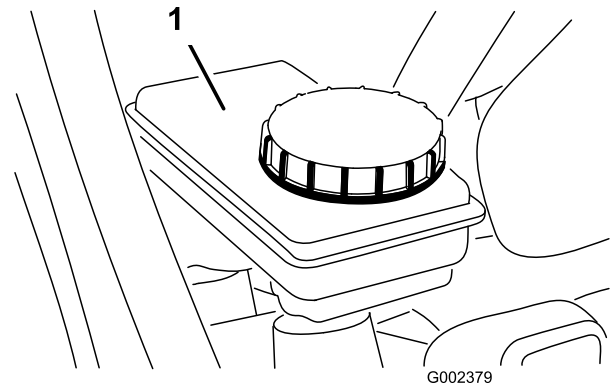

Bild 27
3. Prüfen Sie den Bremsflüssigkeitsstand im Behälter (Bild 26 und Bild 27).
- A. Reinigen Sie den Bereich um den Behälterdeckel (Bild 27).
- B. Nehmen Sie den Behälterdeckel ab (Bild 27).
- C. Füllen Sie Bremsflüssigkeit der angegebenen Sorte bis zur Voll-Markierung am Behälter ein (Bild 27).
- D. Schrauben Sie den Deckel auf (Bild 27).